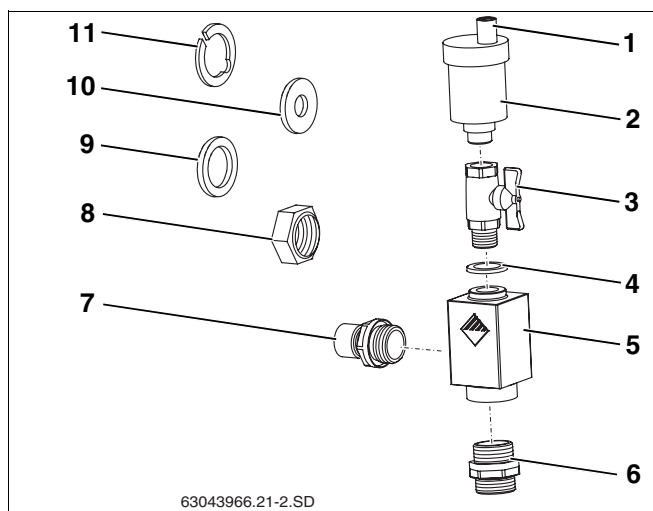

Fig. 36 Conjunto de purga universal
A instalação solar é purgada através do parafuso sem cabeça aberto. Quando está em funcionamento e para não entrar humidade na instalação solar devido ao parafuso sem cabeça aberto, a tampa protectora (fig. 36, **item 1**) deve sempre estar colocada sobre o parafuso sem cabeça.
Fornecimento do conjunto de purga universal (fig. 36):